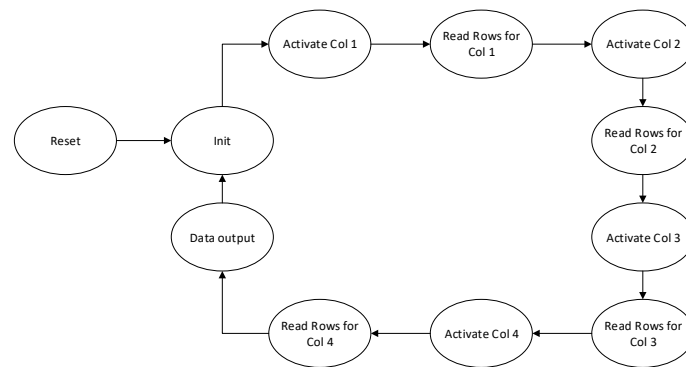

Abbildung 2: FSM to read out the keypad
- Implementieren Sie die in Abb. 2 dargestellte Finite State Machine (FSM) zum Einlesen der Keypad-Eingaben. Verwenden Sie intern ein Register mit einer Breite von 5 bit zum Speichern der Eingabe: Das Most Significant Bit (MSB) zeigt, ob eine Taste gedrückt ist, und die verbleibenden 4 bit sollen den hexadezimal codierte Wert der gedrückten Taste repräsentieren. Der resultierende Funktionsblock soll über zwei Ausgänge verfügen: ein Strobe-Signal, welches signalisiert, dass eine neue Taste gedrückt wurde und ein Value-Signal, welches den Wert der gedrückten Taste repräsentiert.